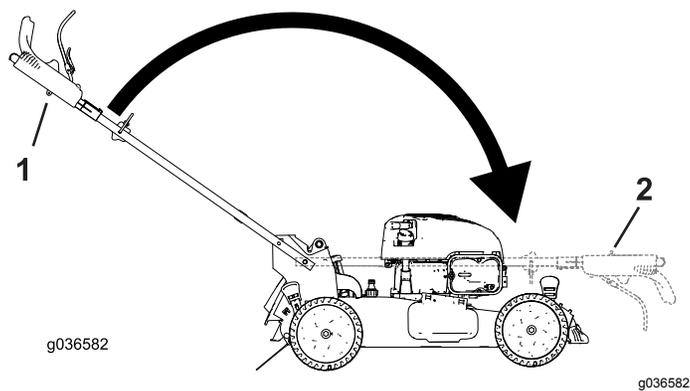

Рисунок 30
2. Сложите рукоятку, повернув ее вперед (Рисунок 30).